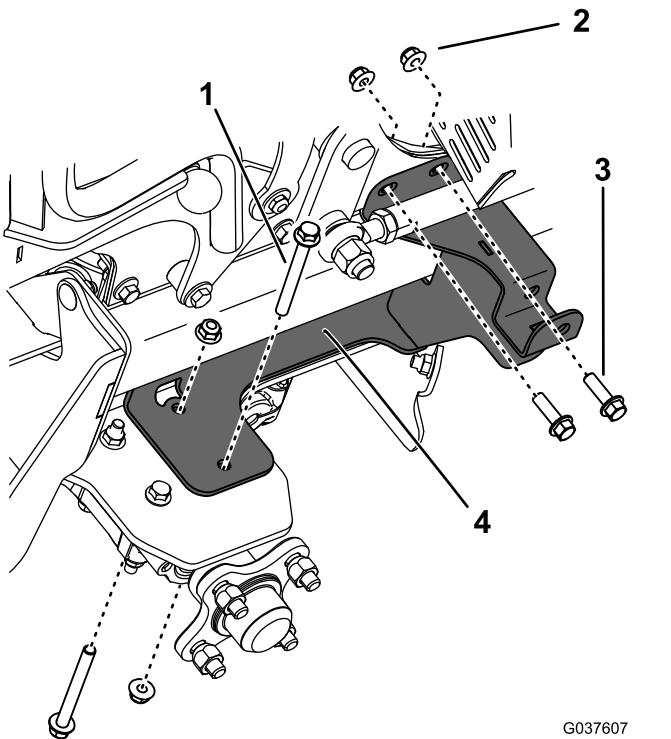

Figura 11
9. Retire los 2 pernos y las 2 tuercas delanteros del soporte de montaje derecho, y los 2 pernos y las 2 tuercas delanteros del panel derecho de la columna (Figura 11).
10. Utilice los pernos y las tuercas que retiró en el paso 9 para sujetar el soporte de montaje derecho y la cubierta del ventilador al bastidor (Figura 11). Apriete los pernos a entre 37 y 45 N·m.